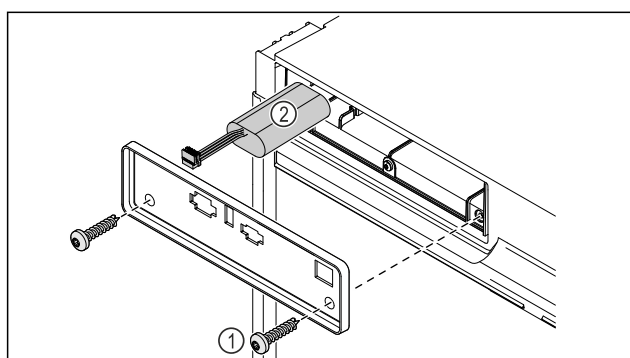

Fig. 189
- Keerake kruvid välja ja eemaldage kate seadme tagaküljelt Fig. 189 (1).
► Lahutage aku ja võtke välja Fig. 189 (2).